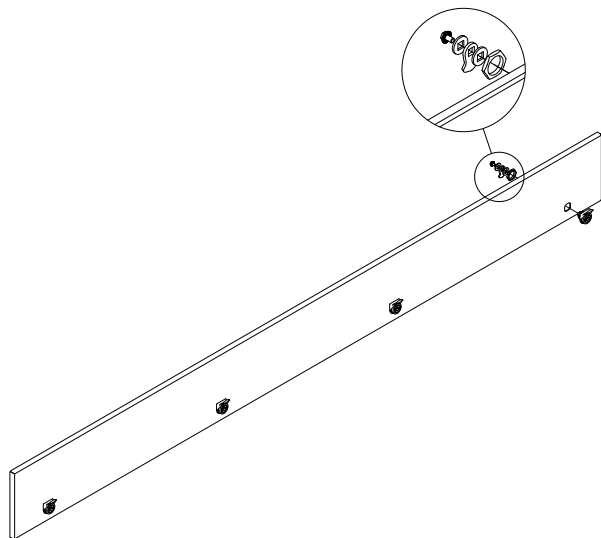

Рисунок 2
4.1.2 Установить четыре замка на дверь, последовательность расположения гаек, ригеля и винта указаны на рисунке 2, закрепить винтом M5×8 из комплекта, момент затяжки – 7 Н·м. (рисунок 2).